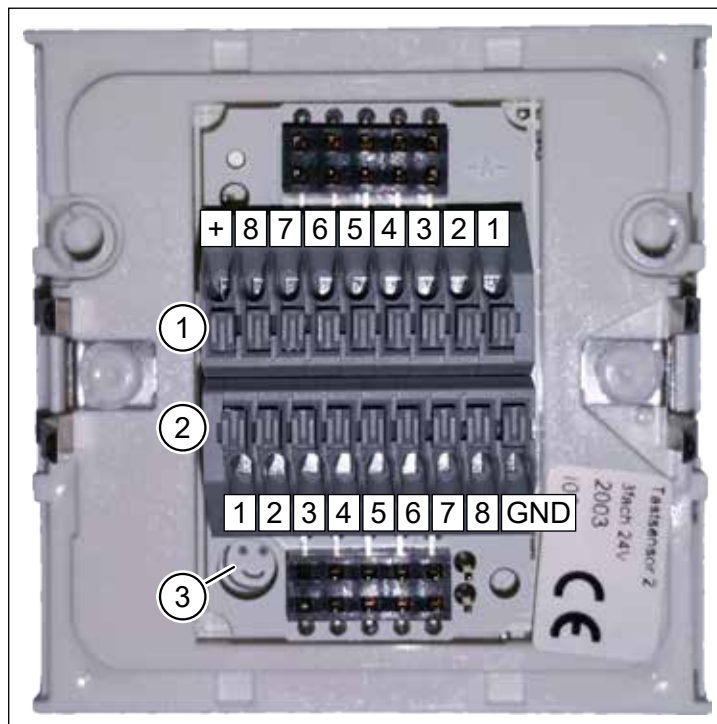
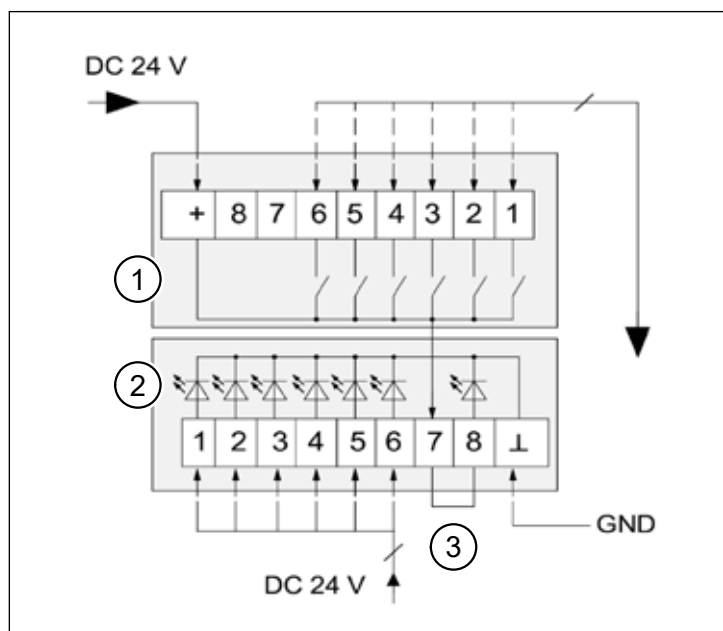

Fig. 28 : Capteur à touche InControl avec affectation des bornes
Fig. 29 : Schéma de raccordement du capteur à touche InControl
| Pos. dans Fig. 28 | Désignation |
Pour l'orientation de l'ensemble, veillez à la bonne position du smiley (pos. 3 dans Fig. 28). Ce n'est que dans cette position que les raccordements des borniers concorderont avec les désignations correspondantes dans le schéma de raccordement (Fig. 29).
| Pos. dans Fig. 29 | Désignation |
Le capteur à touche InControl dispose d'un éclairage de fond, qui peut être activé en cas de besoin. Posez un pont (pos. 3 dans Fig. 29) entre la borne 7 et la borne 8 du répartiteur des DEL, pour alimenter l'éclairage de fond en 24 V CC.